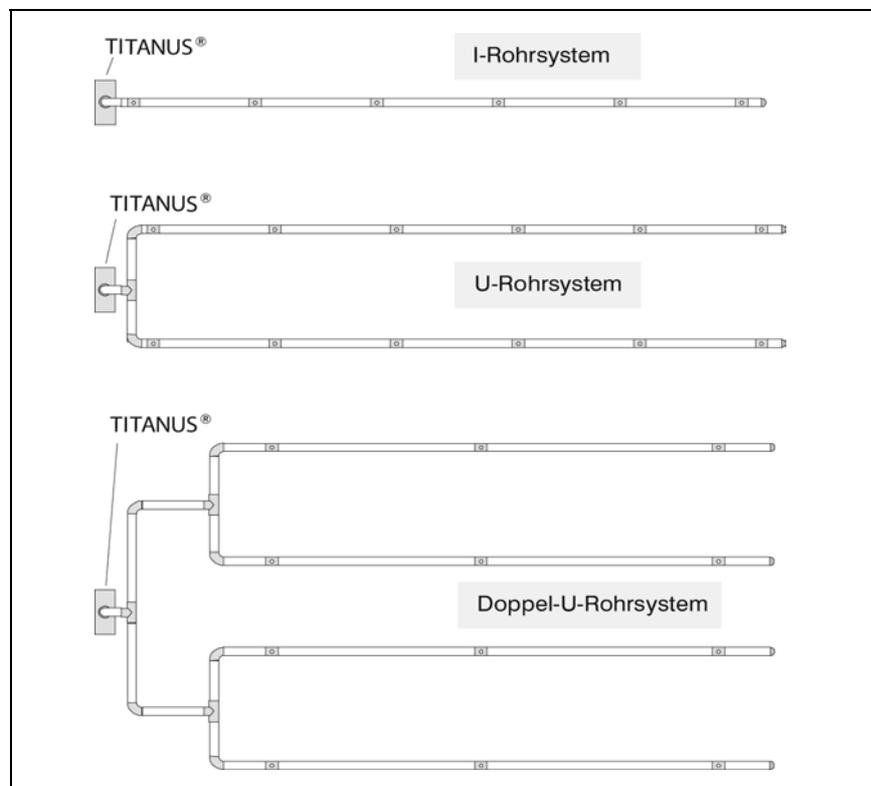

Abb. 4.2: Rohrkonfigurationen
**Rohrkonfigurationen** In Abhängigkeit von der Raumgeometrie können 3 Rohrkonfigurationen gewählt werden (siehe Abb. 4.2):